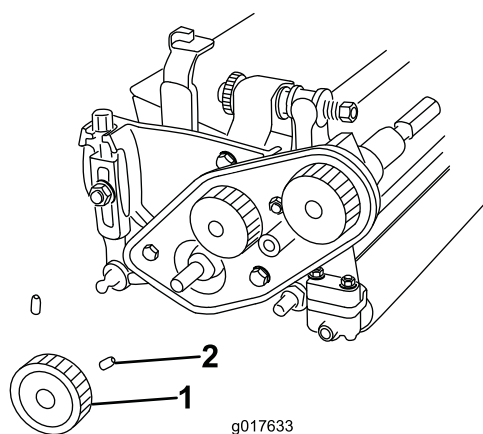

图4
9. 旋松固定下皮带轮的2个固定螺丝将皮带轮从滚刀轴上拆下图4。
- 将下皮带轮安装至滚刀传动轴上用 2 个固定螺丝将其固定至传动轴的键上 图4。